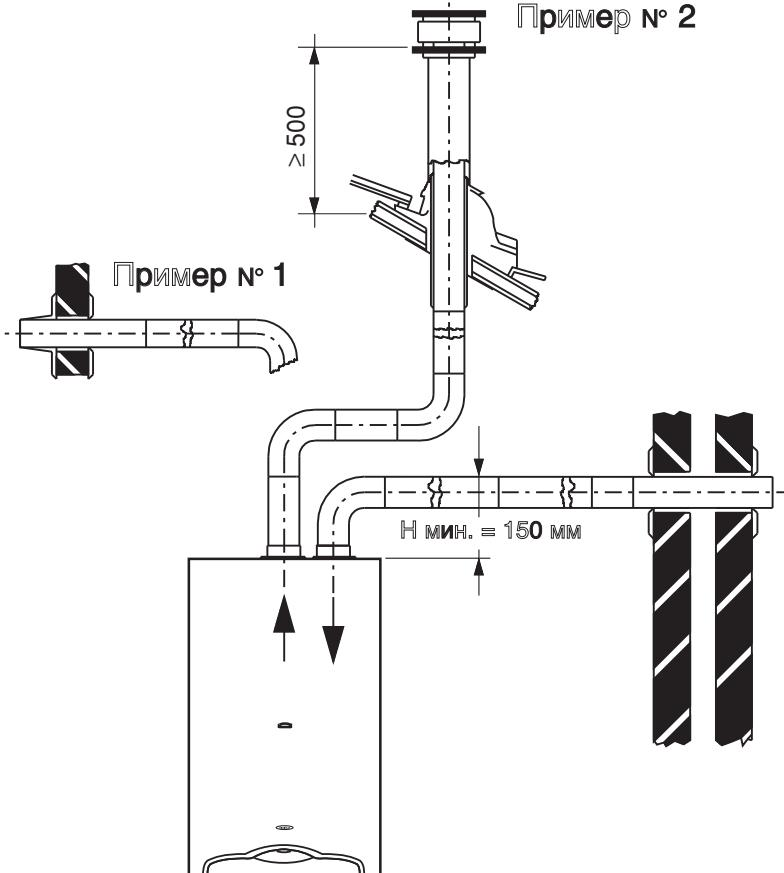

рис. 13
**Пример № 1 (рис. 13)**
**Пример № 2 (рис. 13)**